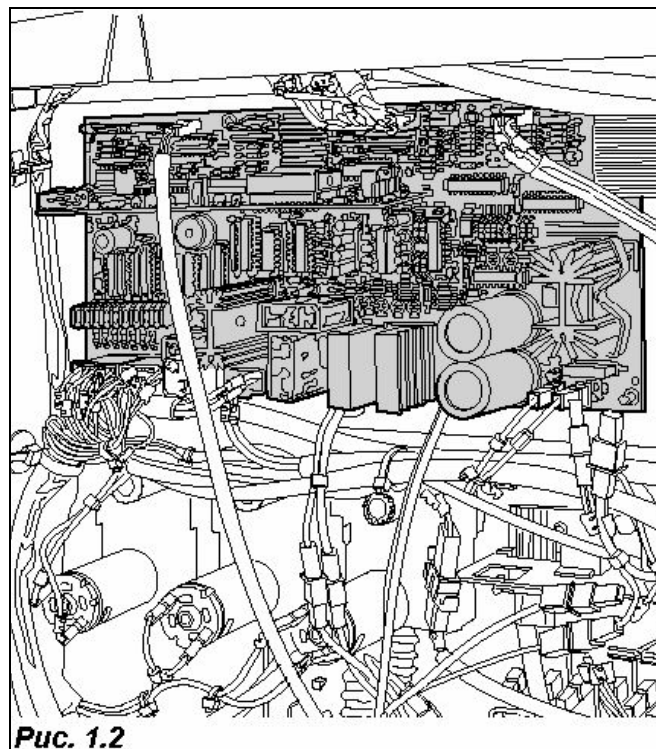

Рис. 1.2
- Версию программного обеспечения, установленного на микропроцессоре (клеякая этикетка, расположенная на узле, установленном в корпус) (Рис. 1.2).